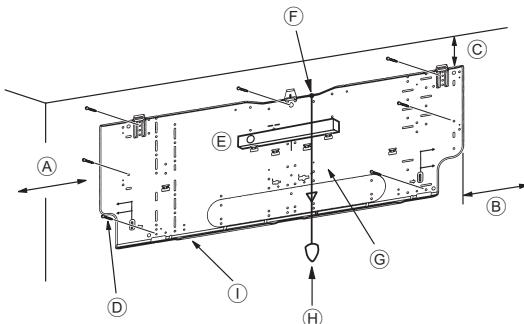
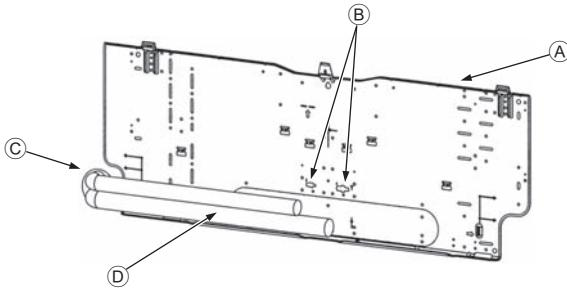

Fig. 3-4
Fig. 3-5
■ PKFY-P-VKM-E (Fig. 3-4)
- Ⓓ 紧固螺钉（4 x 25）②
- Ⓘ 安装板 ①
3.3. 将管道安装到墙中时 (Fig. 3-5)
- Ⓐ 安装板 ①